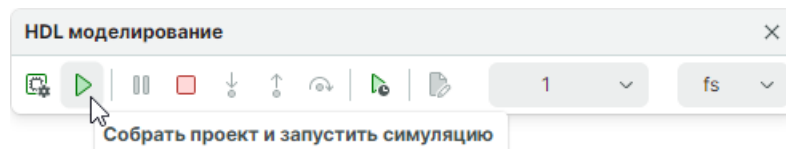

Рис. 28 Расположение кнопки «Собрать проект и запустить симуляцию»
2. В панели инструментов «HDL моделирование» нажмите кнопку , см. Рис. 28. Далее будет запущена процедура сборки проекта с последующим запуском симуляции.